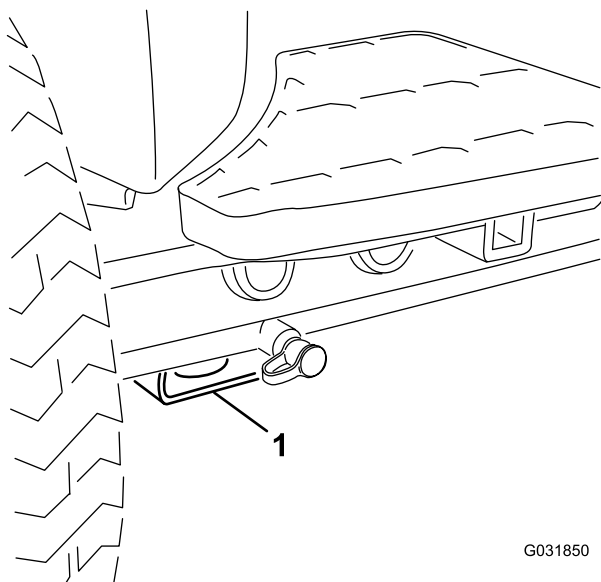

Bild 38
- Vorne: Rechteck unter dem Achsenrohr in jedem Vorderreifen (Bild 38)